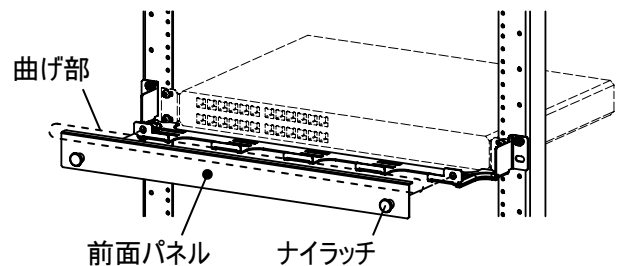

図2
- ③ 配線作業終了後、前面パネルの曲げ部を上側にして、ナイラッチでトレイ本体に取付けてください。(図2)